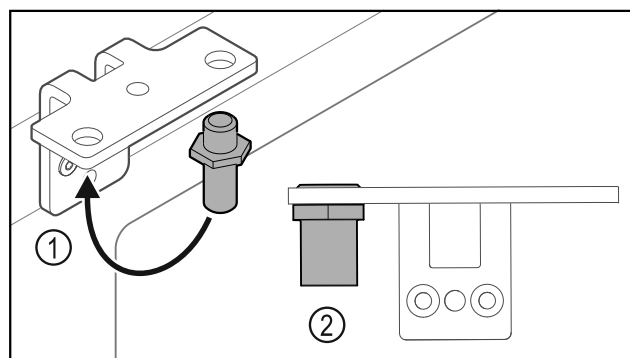

Fig. 17
► Mettre l'axe Fig. 17 (1) dans l'autre trou de l'équerre de charnière.
► Serrer l'axe Fig. 17 (2) au **couple de 12 Nm**.